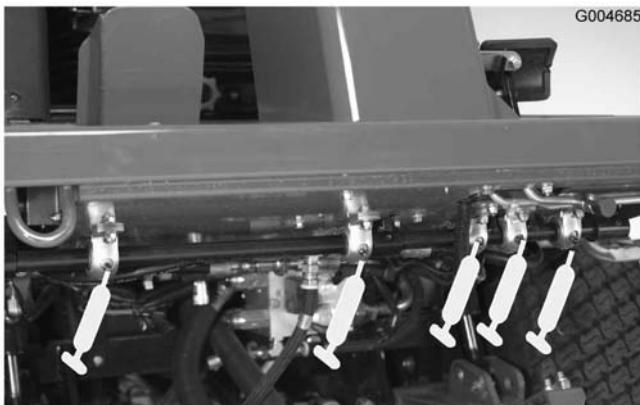

Figure 33
- Roulements d'axes de pivots de freins (5) (Figure 33)